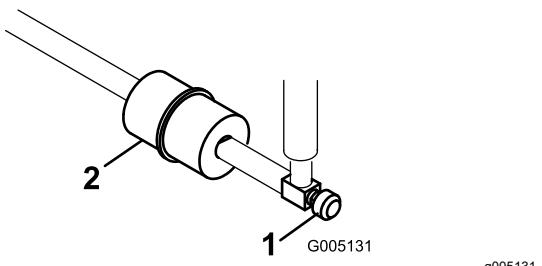

Figura 35
El filtro de combustible en línea se encuentra en el tubo de combustible, entre el depósito de combustible y el carburador (Figura 35).
1. Cierre la válvula de cierre del combustible (Figura 35).
2. Coloque un recipiente debajo del filtro, afloje la abrazadera en el lado del carburador del filtro y retire el tubo de combustible del filtro (Figura 35).
3. Afloje la otra abrazadera y retire el filtro (Figura 35).